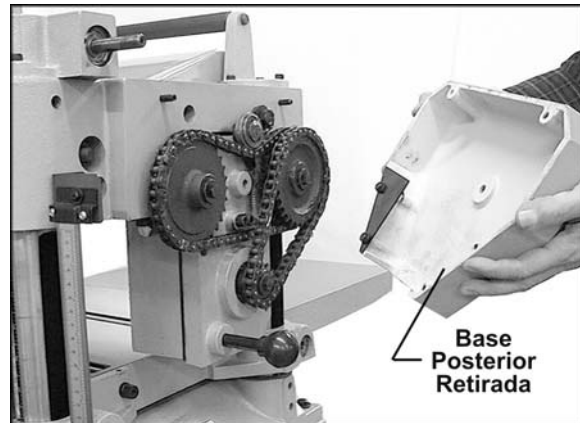

Figura 30
2. Retire el tornillo de cabeza hueca del centro de la cubierta y retire la base triangular posterior. Vea la Figura 30.